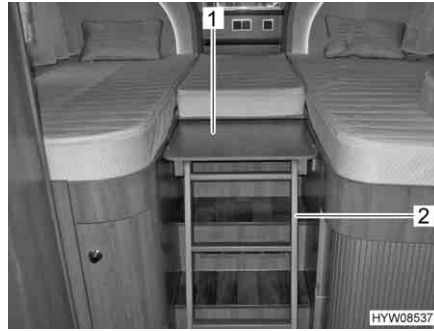

Fig. 87 Scaletta sul letto in coda
- Estrarre la scaletta (Fig. 87,2) dall'ampliamento (Fig. 87,1) e appoggiarla sul pavimento. La scaletta è collegata all'ampliamento per mezzo di uno snodo.